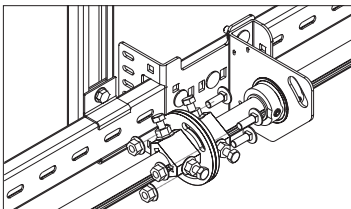

Рис.23.6
- установить стяжные болты муфты (рис.23.6);